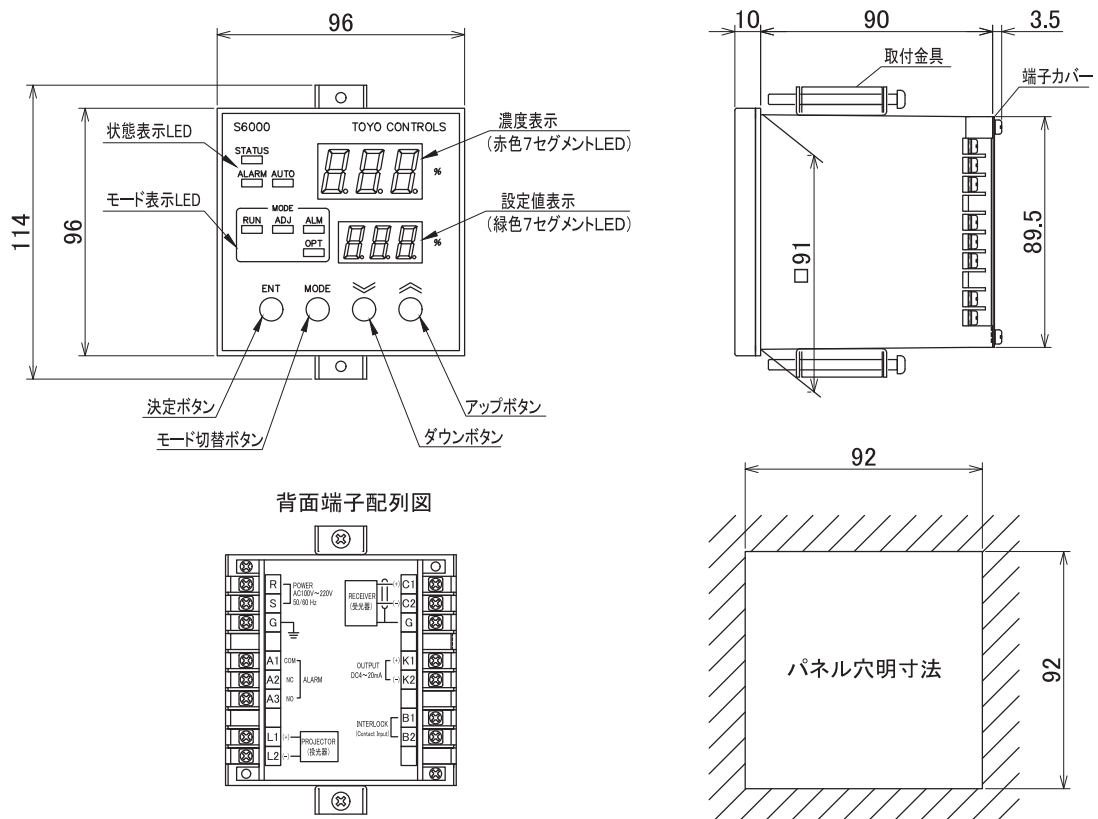

図 2-2 : 指示変換器外形図
(1) 取付場所
(2) 取付方法
- ・ パネルカット寸法図に基づきパネルの穴あけを行ってください(図 2-2 参照)。